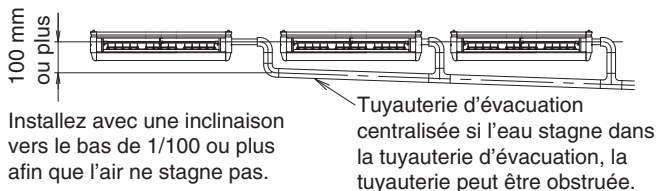

Fig. 28
- Afin d'éviter que le tuyau d'évacuation fourni (1) subisse une force excessive, ne le pliez pas et ne le tordez pas. (cela peut causer une fuite d'eau.)
- Pour diriger la tuyauterie d'évacuation centralisée, suivez les instructions de la Fig. 28. Pour l'épaisseur de la tuyauterie d'évacuation centralisée, choisissez l'épaisseur qui correspond à la capacité de l'unité intérieure à raccorder. (Reportez-vous à document technique)